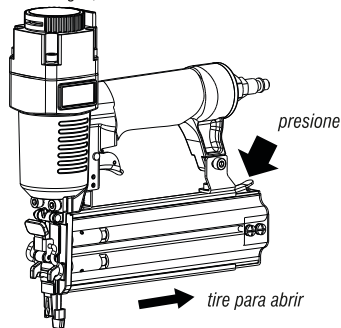

Fig. 3 – Abastecimiento de los clavos
- 1 - Presione la traba de acuerdo a como muestra la Fig. 3;